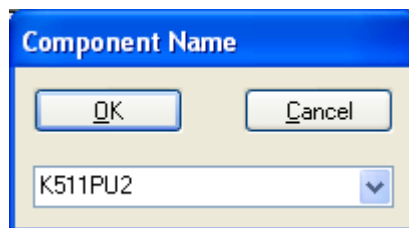

Рисунок 3.15 - Запись созданного библиотечного компонента в библиотеку
- Выполнить команды **Component/Save** и, нажав на кнопку **OK**, записать созданный библиотечный элемент в библиотеку под именем **K511PU2** (рис. 3.15).